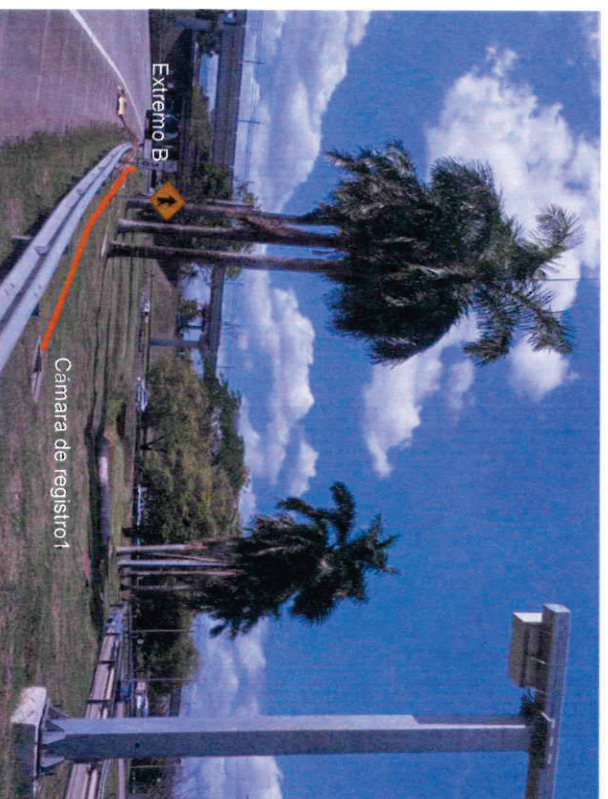

Imagen3. Línea naranja con la posible ruta del viga ducto2 entre cámara de registro1 hasta extremo A antes de la zanja pluvial.
- Servicios de viga ducto2, que va desde cámara de registro1, como se aprecia en la imagen3, hasta extremo A de zanja pluvial, para dos (2) ductos de 1 1/2" para cableado eléctrico y fibra óptica/ cable RJ45 a 45 metros de distancia aproximados con profundidad 50 cm y ancho de 30cm con capas de concreto de limpieza (el concreto pobre que sirve de cama para el concreto del viga ducto) de 5 cm, concreto de viga ducto de 25 cm de 1000 psi y Terreno natural compactado de 20 cm.